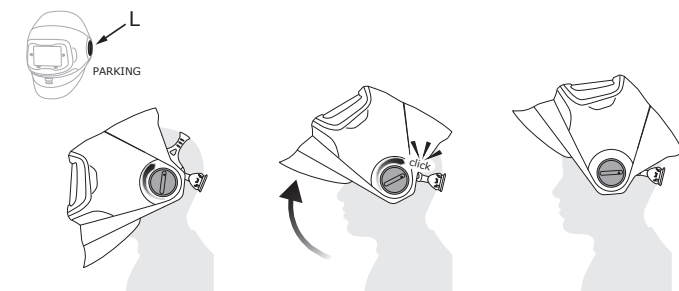

Fig. 6b
- b. Le point d'immobilisation est un point d'arrêt naturel qui permet de maintenir la lentille pour le meulage en position ouverte ou relevée. Pour que le point d'arrêt soit plus visible, faire tourner le bouton de pivot situé à gauche et indiquant « PARKING » (immobilisation) dans le sens horaire pour augmenter la capacité d'immobilisation au point d'arrêt ou dans le sens antihoraire pour la réduire (Fig. 6b).